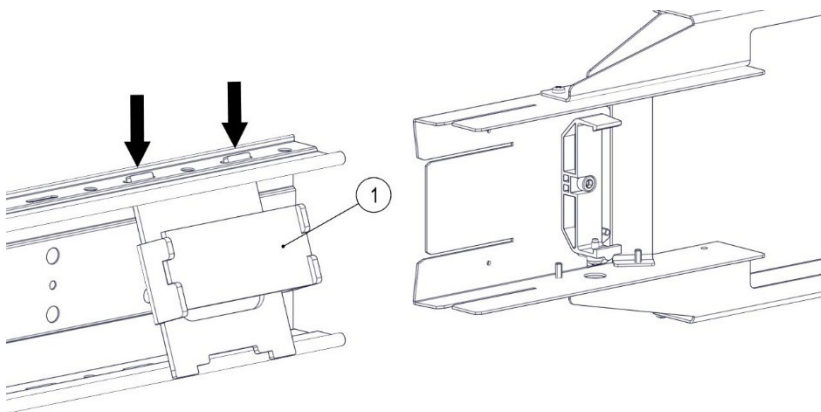

Abb. 26: Montagewerkzeug (1) in Tragprofilschiene montieren
4. Für das Verbinden der einzelnen ProShell-Tragprofilschienen das mitgelieferte Montagewerkzeug (Bestell-Nr.: 08-V015-0483) (1) verwenden. Die längeren Zapfen des Werkzeugs befinden sich oben. Sie werden an den Langlöchern der ProShell-Tragprofilschiene eingefädelt (siehe Abb. 26). Mithilfe eines Gummihammers kann am überstehenden Teil des Montagewerkzeugs (1) die ProShell-Tragprofilschiene eingeklopft werden (siehe Abb. 26).